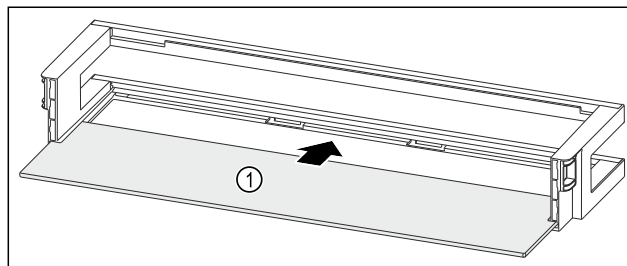

Fig. 119 Deurrek met draagplateau
- Draagplateau Fig. 119 (1) in de zijdelingse inkepingen schuiven.